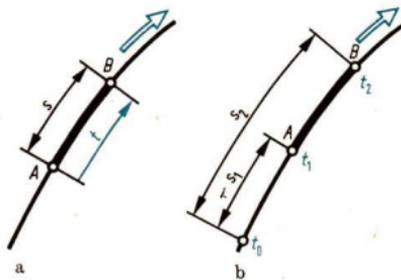

Bild 141/1 Bestimmungsstücke der Bewegung eines Körpers
- Das Bild 141/1 zeigt zwei verschiedene Möglichkeiten, die Bewegung eines Körpers auf einer vorgegebenen Bahn von A nach B zu bestimmen. Nach Bild 141/1a werden die Zeit und der Weg direkt gemessen. Im anderen Falle (Bild 141/1b) geht der Körper in einem bestimmten Zeitpunkt  $t_1$  durch den Punkt A und etwas später, zum Zeitpunkt  $t_2$ , erreicht er den Punkt B. Die Zeit für diese Bewegung ergibt sich somit als die dazwischenliegende Zeitspanne. Es gilt: